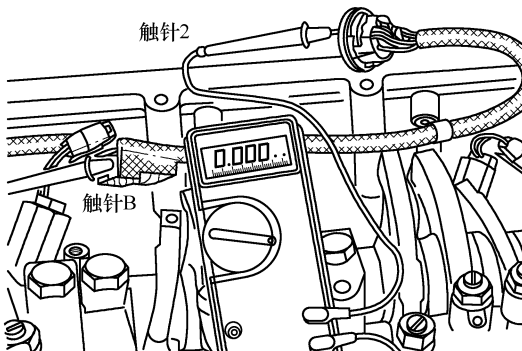

图 5-103 测量触针 B 与触针 2 之间的电阻
⑲ 检查回路导线是否开路。测量 2 针插头回路触针(B)与 15 针插头回路触针(02)之间的电阻(图 5-103)，应小于 10Ω 。如果电阻不合格，应更换执行器内部线束。